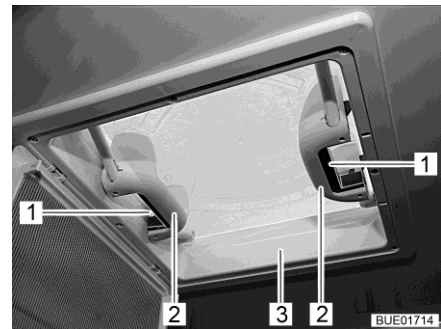

Bild 125 Handtag med snäpplås
■ Tryck snäpplåset (Bild 125,1) mot takluckans insida (Bild 125,3). Tryck samtidigt takluckan uppåt med handtaget (Bild 125,2).
■ Dra kraftigt ned takluckan (Bild 125,3) med de båda handtag (Bild 125,2) tills snäpplåsen (Bild 125,1) hakar i.